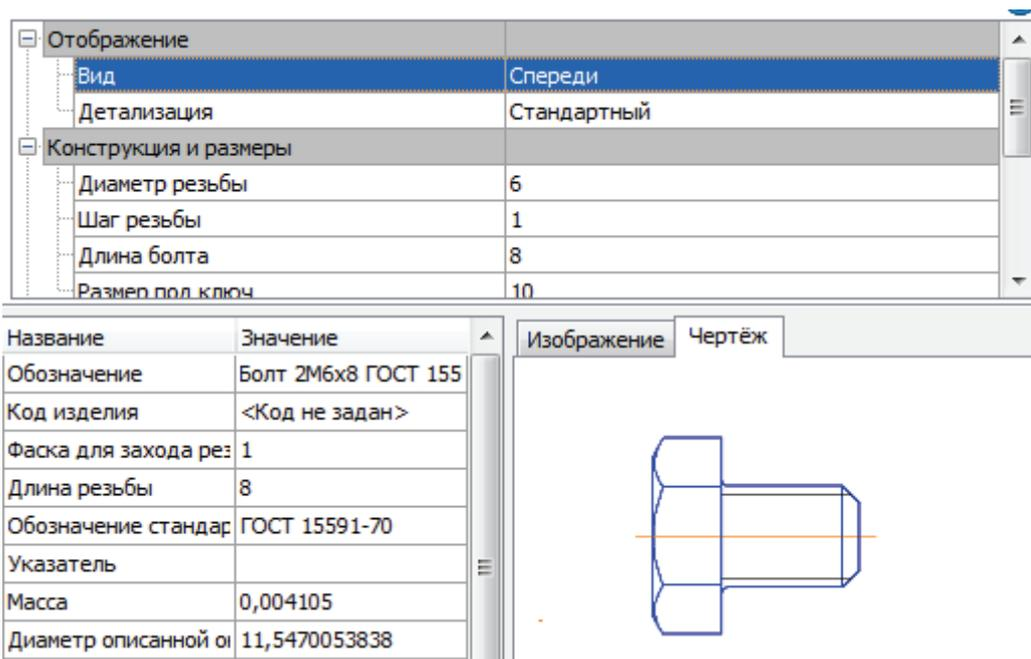

Рис. 5.5
- Далее в следующем окне выбрать Вид: Спереди и Детализацию: Стандартную (рис. 5.5).